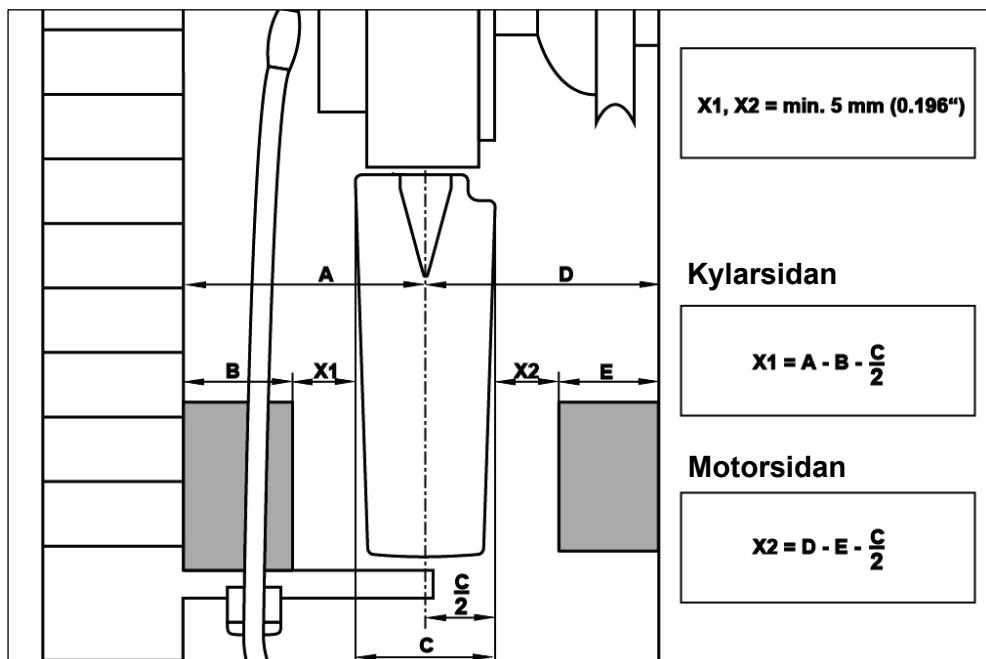

Bild 39
33) Mät om några objekt är i vägen (se Bild 39).